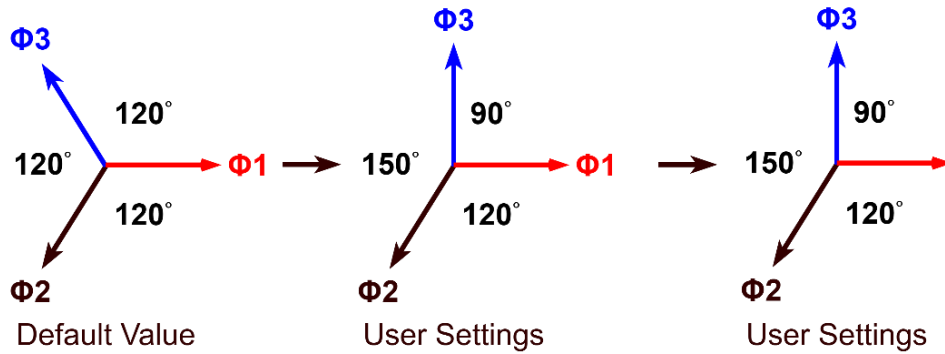

图 4-33 输出配置(Phase)页面- Independent Relock 禁用时
1. **Independent Relock = Disable**: 若三相的输出频率不一致, 当使用者在输出中将三相频率设置为相同时, 输出相位差不会自动恢复到预设的 120° , 如图 4-33 所示。